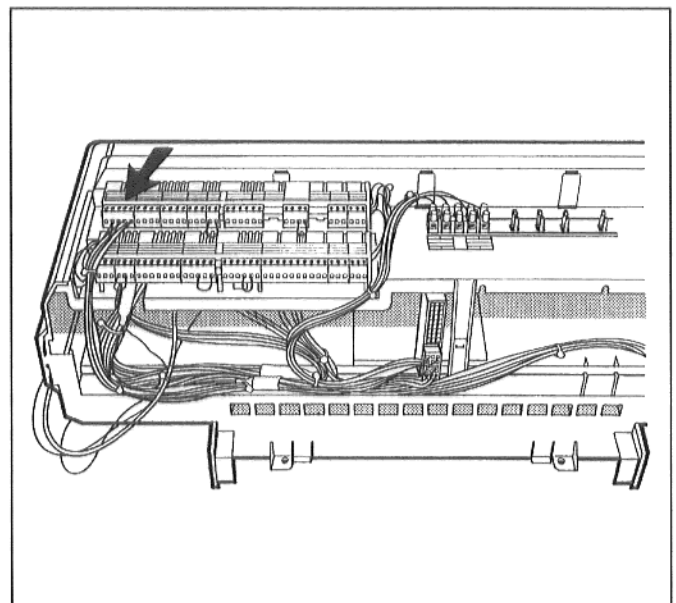

Рис. 6: Вставить штекер
- Отсоединить, при помощи отвертки, ложный штепсель с мостом и вставить цветной штекер модуля 065 (рис. 6). См. электросхему!